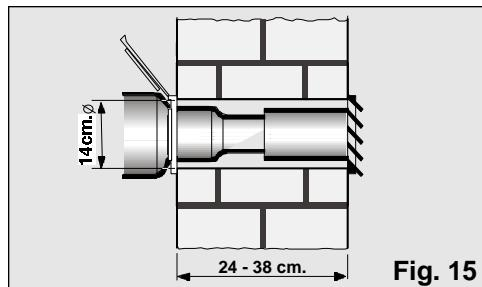

Fig. 15
□ Para expulsar el aire caliente a través de la pared se necesita practicar un orificio de 14 cm. de diámetro en la misma para colocar el pasamuros, Fig. 15.